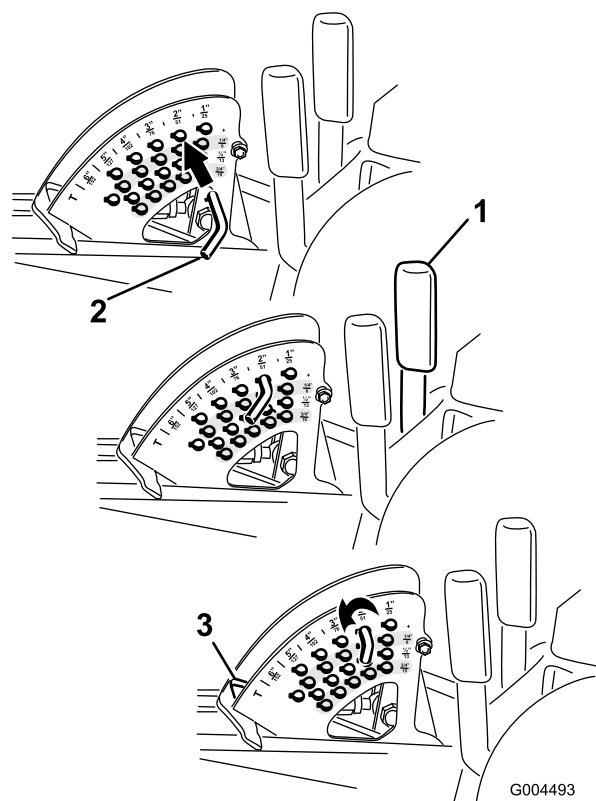

Figura 23
Nota: Per bloccare il piatto di taglio in posizione sollevata, sollevatelo oltre la posizione di 15 cm, togliete la spina di fermo dell'altezza di taglio (vedere Regolazione dell'altezza di taglio) e inseritela nella posizione dell'altezza di taglio di 15 cm (Figura 23).
1. A motore acceso, tirate indietro la leva di sollevamento del piatto di taglio fino a sollevarlo completamente, e **rilasciate immediatamente la leva** (Figura 23).
2. Per regolare, girate la spina di arresto fin quando la spina interna non è allineata con gli intagli previsti nei fori della staffa dell'altezza di taglio, e toglietela (Figura 23).
3. Nella staffa dell'altezza di taglio scegliete un foro corrispondente all'altezza di taglio richiesta, inserite la spina e bloccatela per mantenere questa posizione (Figura 23).
Nota: Vi sono quattro file di fori di posizionamento (Figura 23). La fila superiore fornisce l'altezza di taglio elencata sopra la spina. La seconda fila fornisce l'altezza elencata più 6 mm. La terza fila fornisce l'altezza elencata più 12 mm. La fila inferiore fornisce l'altezza elencata più 18 mm. La posizione di 15,8 cm ha un solo foro, situato nella seconda fila, che non aggiunge 6 mm alla posizione di 15,8 cm.